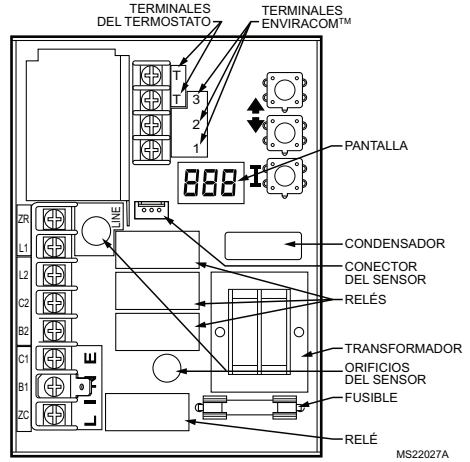

Fig. 5. Circuito impreso con las conexiones del sensor y los orificios del cilindro para los modelos de montaje vertical.
3. Con cuidado, alinee el sensor de reemplazo con el orificio del circuito impreso y guíelo a través de la cubierta Aquastat y dentro del cilindro. (Consulte la Fig. 5).
5. Para conectar el sensor al circuito impreso, presione el conector de la unidad del sensor sobre el conector de acoplamiento del circuito impreso (consulte la Fig. 5).
Para evitar cambios no autorizados de las configuraciones del Aquastat, es necesario realizar un procedimiento para ingresar al modo **ADJUSTMENT** (ajuste). Para ingresar al modo **ADJUSTMENT** (ajuste), presione simultáneamente los botones **UP** (arriba), **DOWN** (abajo) e **I** (consulte la Fig. 5) durante tres segundos. Presione el botón **I** hasta que se muestre la función que necesita ajustar: